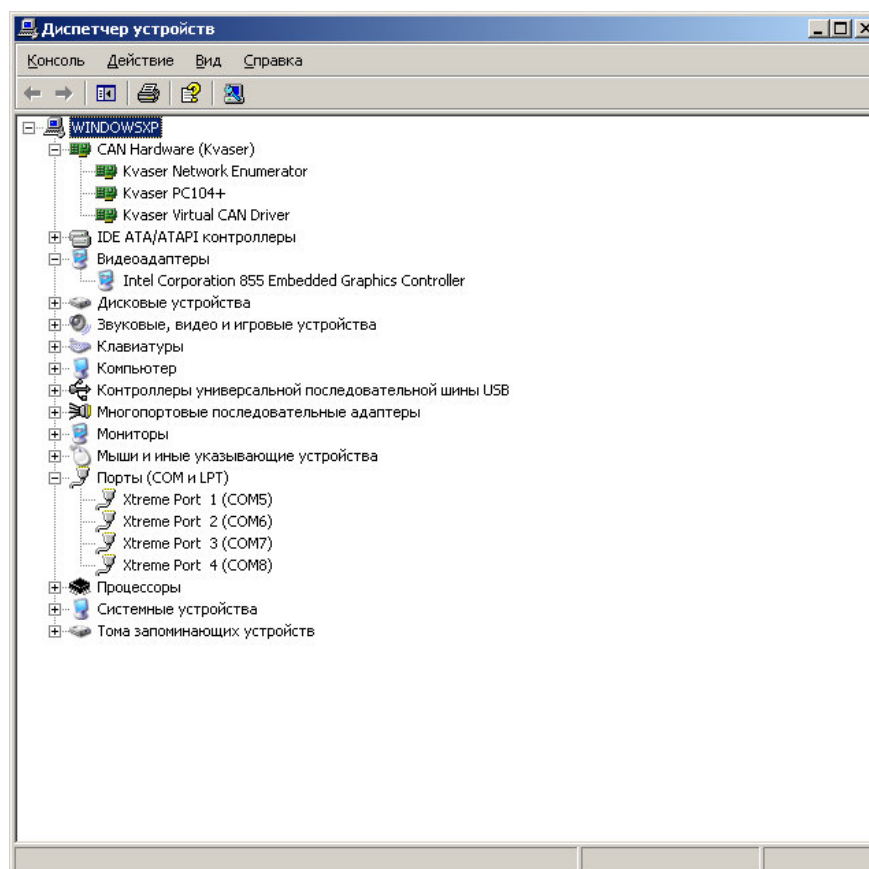

Рисунок 23 – Диспетчер устройств
2. Также необходимо открыть диспетчер устройств (Пуск – Панель управления – Система – Оборудование - Диспетчер устройств) и убедиться в установке драйверов аппаратных устройств по отсутствию восклицательных знаков в окне «Диспетчер устройств». Особо обратить внимание на наличие драйверов (Рисунок 23), необходимых для установки программного обеспечения АРМ ДСП-АБ, а именно: